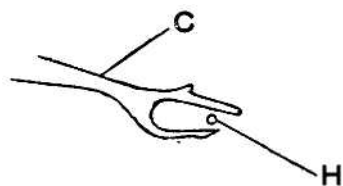

Рис. 23
2. Когда нитевой крючок расположен в крайнем левом положении (рис. 23) после завершения выше описанных регулировок, острие иглы «Н» должно располагаться посередине зубца нитевого крючка «С». Игла также может пройти сквозь нитевой крючок в положении чуть ниже его середины. Необходимо выполнить более точную регулировку, если острие иглы соприкасается с нитевым крючком.
(4) Регулировка расположения нитевого крючка